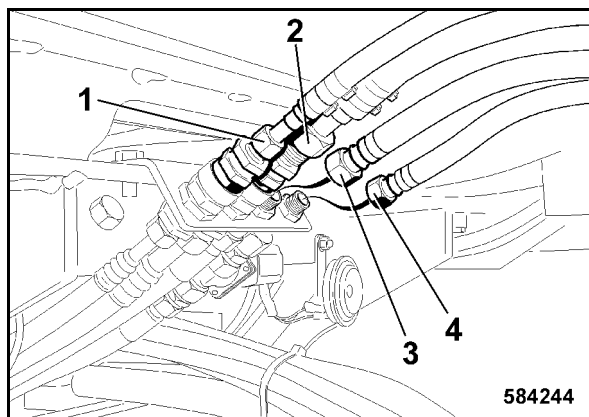

fig. 189
- Etablir la liaison pour l'alimentation 1 (fig. 189) et le retour (2) du climatiseur, au moyen des raccords rapides.
- Etablir la liaison pour l'alimentation (4) et le retour (3) du chauffage. (veiller aux repères des tuyaux).